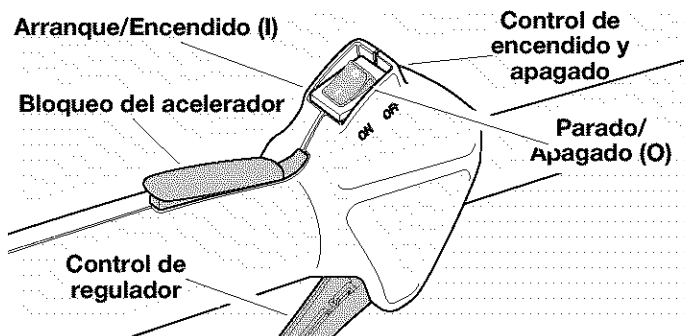

Fig. 15
2. Para parar el motor mueva el control de apagado On/Off a la posición de parado (OFF) (Fig. 15).
1. Mueva el control de apagado On/Off a la posición de arranque (ON) (Fig. 15).